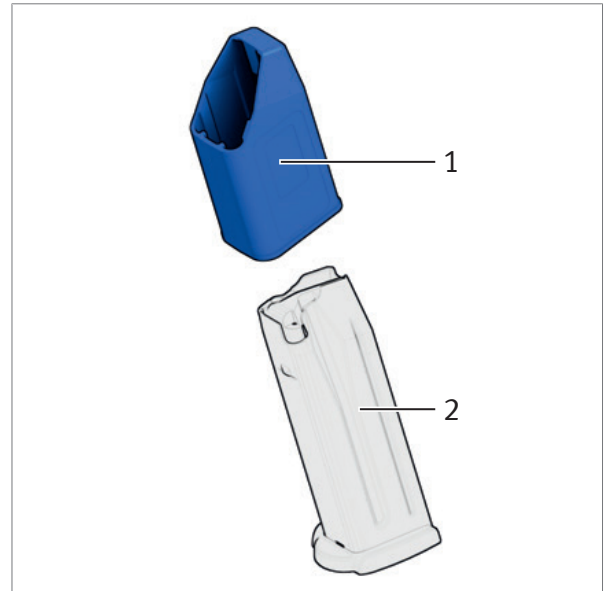

Abb. 41: Ladehilfe auf das Magazin setzen
1. Ladehilfe auf das Magazin setzen (Abb. 41).